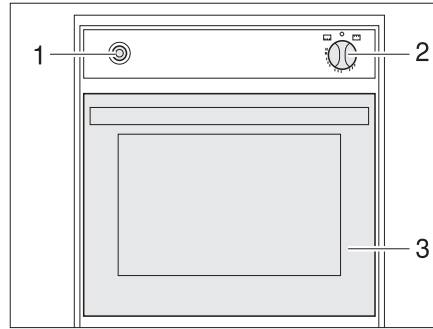

Fig. 129 Four à gaz
- Ouvrir complètement la porte du four (Fig. 129,3).
- Enfoncer légèrement le bouton tournant (Fig. 129,2) et le mettre sur "🔥" (four).
- Enfoncer le bouton tournant (Fig. 129,2) et le maintenir enfoncé pendant 5 à 10 secondes. Le gaz s'écoule vers le brûleur.
- Appuyer plusieurs fois sur l'interrupteur d'allumage (Fig. 129,1) jusqu'à ce que la flamme se consume.
- Tourner le bouton tournant (Fig. 129,2) sur "🔸". La flamme s'éteint.